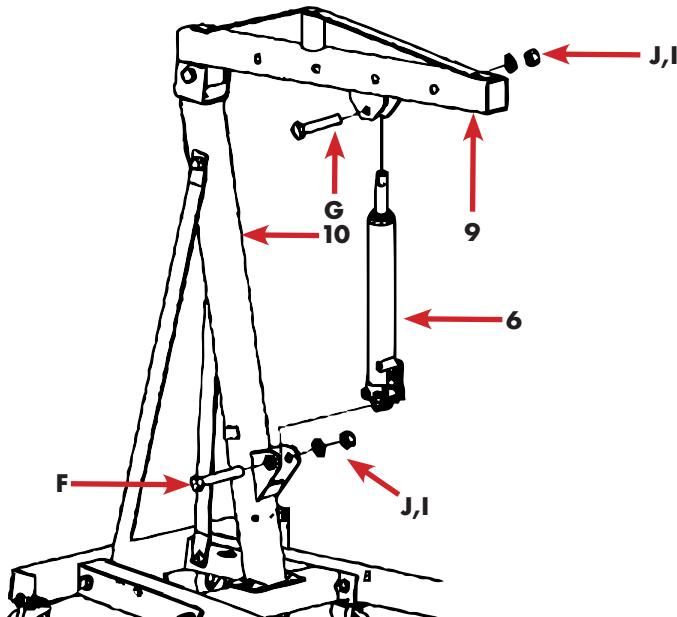

Abb.14
- Montieren Sie den Hydraulikzylinder an der untersten Bohrung des Tragarms, wie in Abb.14 dargestellt.
Legende Abbildung 14 (siehe auch ab Seite ab 15, Abbildung 2 und Tabelle 1)